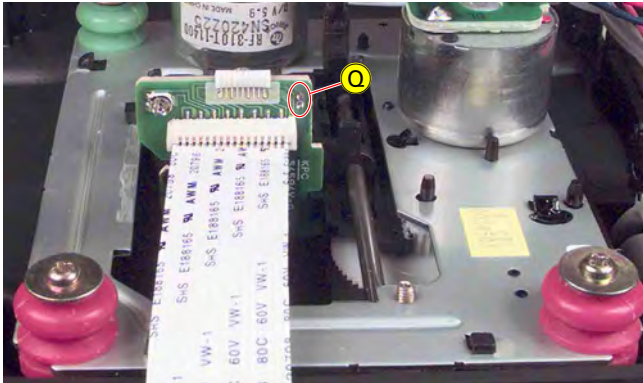

Fig. 10
- **Achtung:** Vor Abziehen des Flexprints zum CD-Laufwerk muss die Schutzlötstelle **Q** (Fig. 10) auf der Leiterplatte der Lasereinheit kurzgeschlossen werden.
- **Attention:** Shortcircuit the protective soldered joint **Q** (Fig. 10) at the Laser pick-up PCB before disconnecting the flexprint to the CD mechanism.